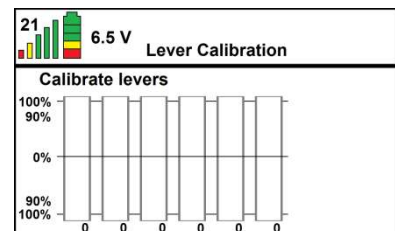

Abbildung 18
- Nach dem Drücken der Taste (✓) wird der Bildschirm **Calibrate levers** angezeigt. Für jeden Hebel wird ein Balken angezeigt. Bei der Betätigung eines Hebels wird der Balken grün angezeigt. Bei maximalem Hebelweg muss der Balken zu 100 % grün ausgefüllt sein. Ist dies nicht der Fall, müssen die Hebel kalibriert werden (siehe *Abbildung 18*).